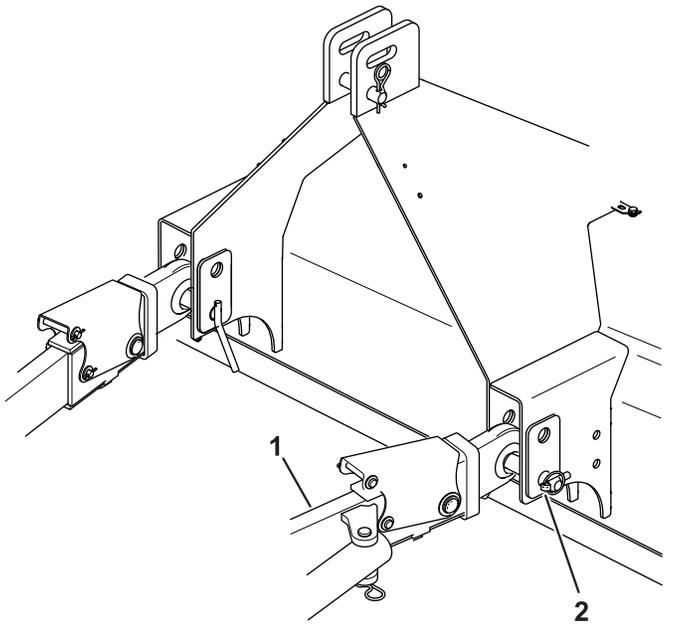

Figure 9
- Insérez les bras d'attelage inférieurs droit et gauche sur les goupilles d'attelage (Figure 9).